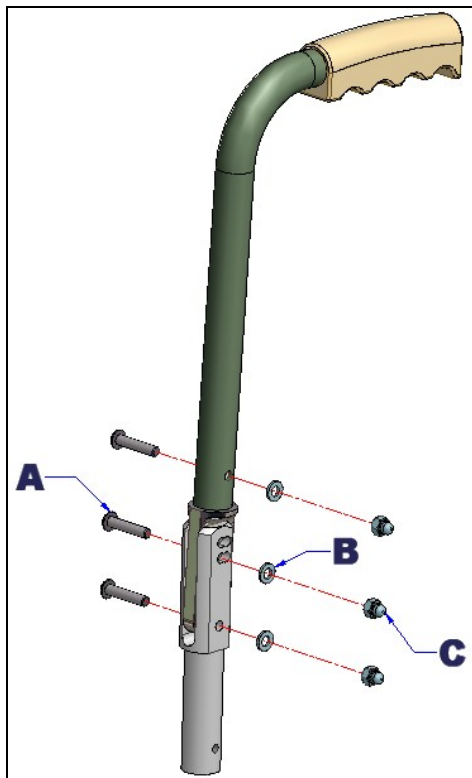

Figure 6 : Réglage de l'angle de dossier.
1. Dévisser l'écrou (C), à l'aide d'une clé plate 10 mm et d'une clé hexagonale 4 mm sur chacun des montants de dossier (voir; figure 6).
2. Se placer debout en arrière du dossier, puis retirer la vis (A) de chaque côté, en exerçant une légère pression sur celle-ci.